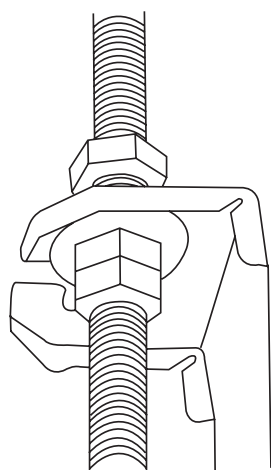

Рис. 4.8
- Монтаж внутреннего блока должны выполнять не менее двух человек, которые могли бы его поднять и надежно удерживать. Введите монтажные болты в отверстия для подвески блока. Закрепите болт, используя прилагаемые шайбы и гайки (см. рис. 4.8).